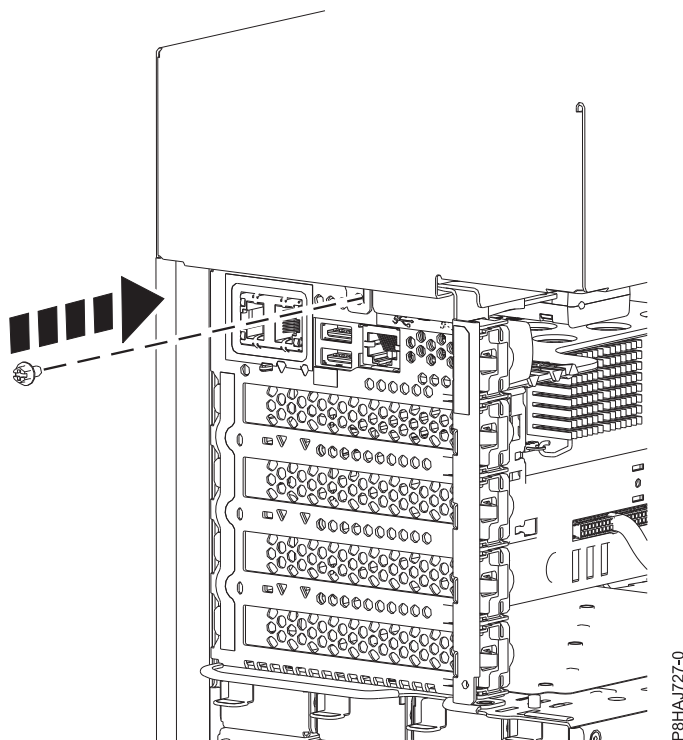

Abbildung 27. Anbringen der Schraube der Seitenabdeckung bei einem Standalone-System vom Typ 8286-41A
5. Bringen Sie die hintere Schraube der Seitenabdeckung mit einem Kreuzschlitz-Schraubendreher an (siehe Abb. 27 auf Seite 48).